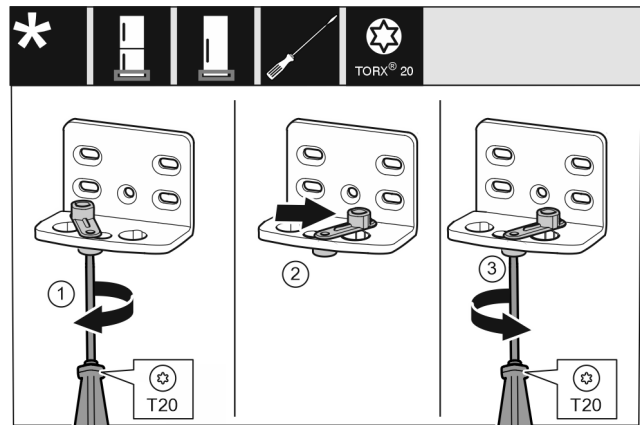

Fig. 13
- ▶ Schraube mit Schraubendreher T20 lose schrauben. Fig. 13 (1)
- ▶ Türschließhilfe anheben und um 90° nach rechts in Bohrung drehen. Fig. 13 (2)
- ▶ Schraube mit Schraubendreher T20 festschrauben. Fig. 13 (3)